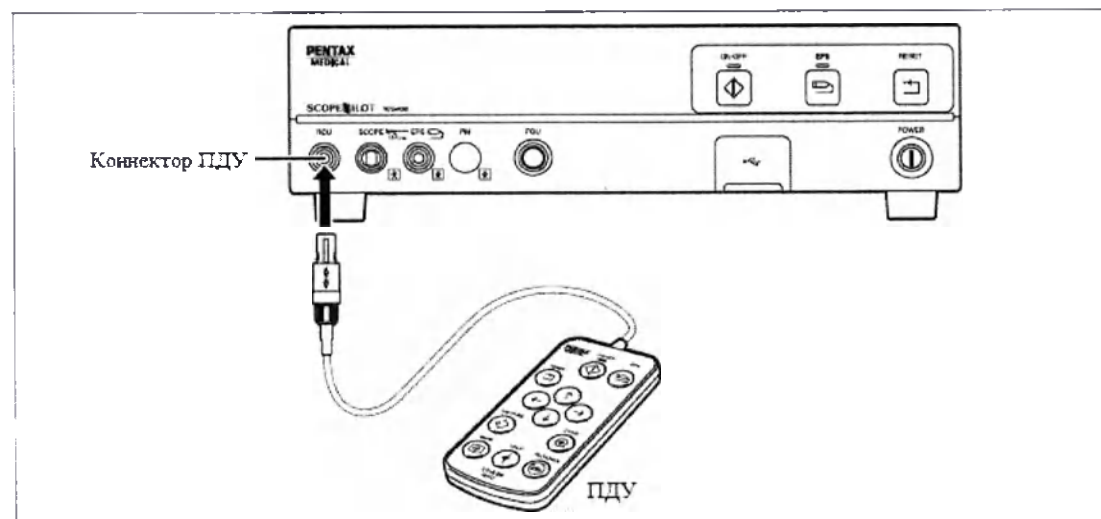

Рисунок 3.5
1. Подсоедините ПДУ к разъему ПДУ(RCU) на задней панели УУН (см. рисунок 3.5).